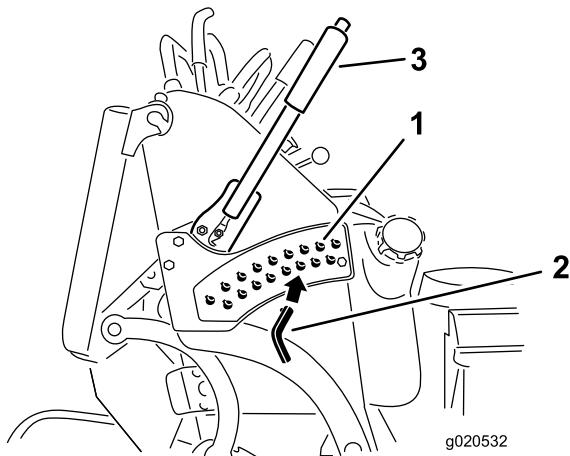

Figura 26
3. Seleccione el taladro del soporte de altura de corte que corresponde a la altura de corte deseada, e inserte el pasador (Figura 26).
4. Presione el botón y baje la palanca de altura de corte hasta el pasador (Figura 26).